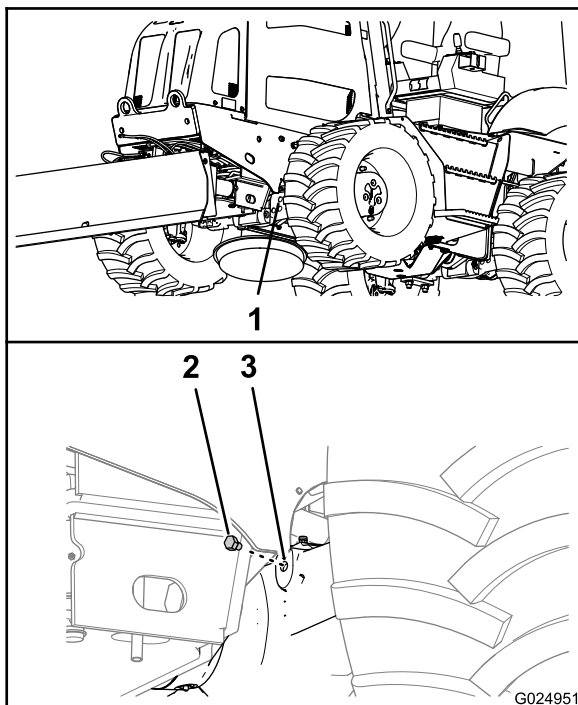
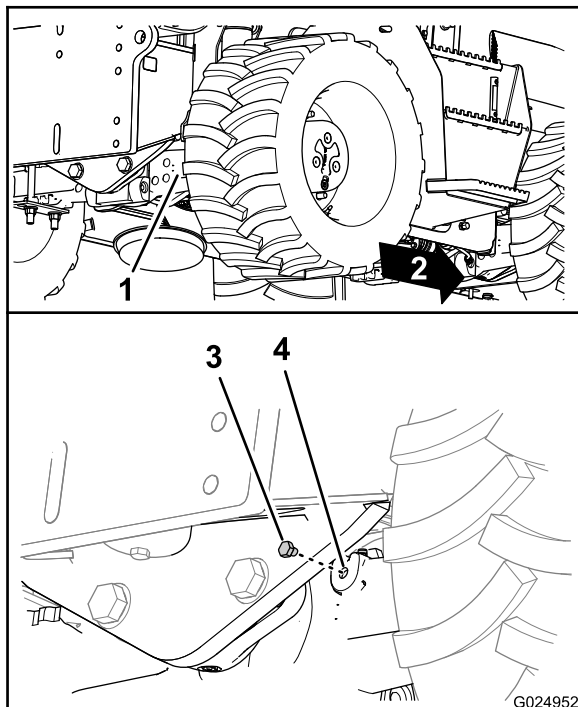

Figura 86
Figura 87
2. Rimuovete i tappi spia dal relativo foro nell'alloggiamento del pignone dell'assale (Figura 86 e Figura 87).
- Guardate attraverso il foro del tappo spia e controllate che il livello dell'olio nell'assale raggiunga la base della filettatura del foro (Figura 86 e Figura 87).
- Montate il tappo spia nel relativo foro nell'alloggiamento del pignone dell'assale (Figura 86 e Figura 87).